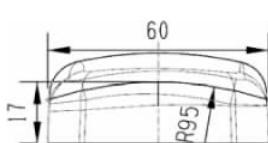
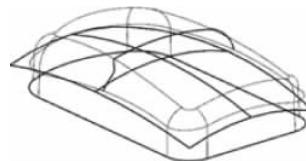

图 3-38 绘制截面(五)
图 3-39 创建扫掠曲面
(21) 以 YZ 平面为草绘平面, Y 轴为水平参考, 绘制一条圆弧 (R95mm), 如图 3-38 所示。
(22) 在主菜单中选取“插入 | 扫掠 | 扫掠”命令, 选取第一条曲线为截面曲线, 第二条曲线为引导曲线, 在【扫掠】对话框中“截面位置”选“沿引导线任何位置”, 选中“ 保留形状”, “对齐”选“参数”。
(23) 单击“确定”按钮, 创建扫掠曲面, 如图 3-39 所示。